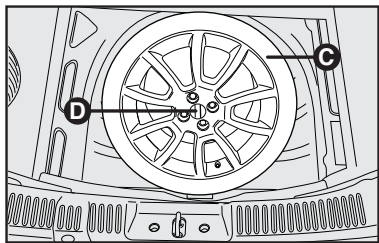

fig. 3
- Desatarraxar o dispositivo de bloqueio **D-fig. 3** e retirar a roda sobresalente;